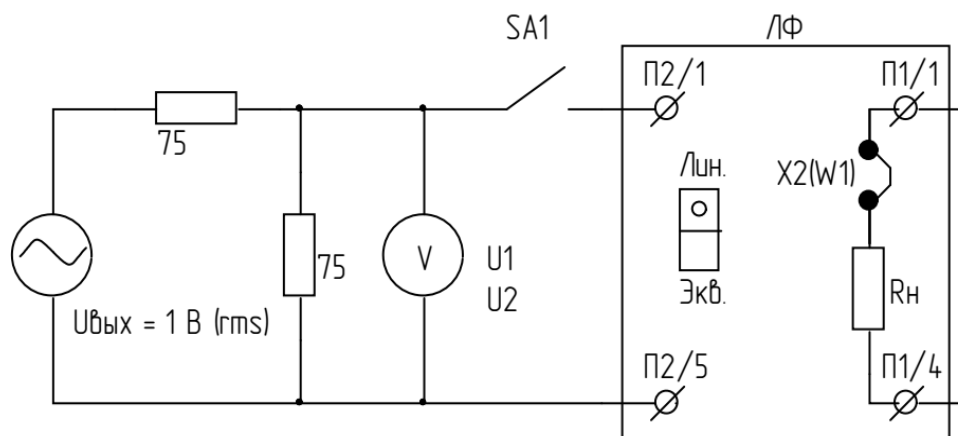

Рисунок 8.9.1 – Электрическая схема измерений
- 4) Собрать схему проведения измерений (см. рисунок 8.9.1, 8.9.2);
- 4) Собрать схему проведения измерений (см. рисунок 8.9.1);